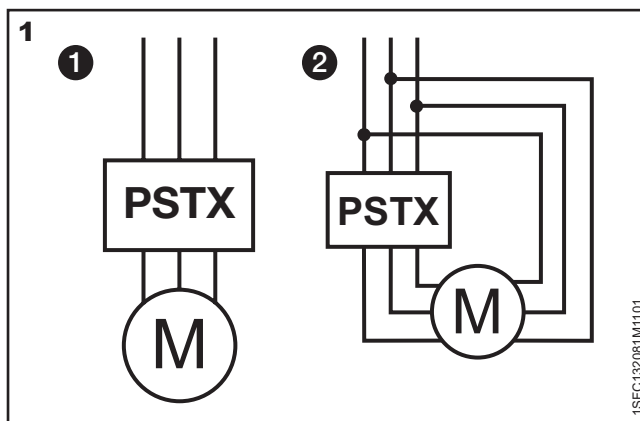

Рис. 1. Подключение «в линию» (1) и в соединение «треугольником» (2)
Устройства плавного пуска PSTX можно подключать как «в линию» ①, так и в соединение «треугольником» ②, см. рис. 1.